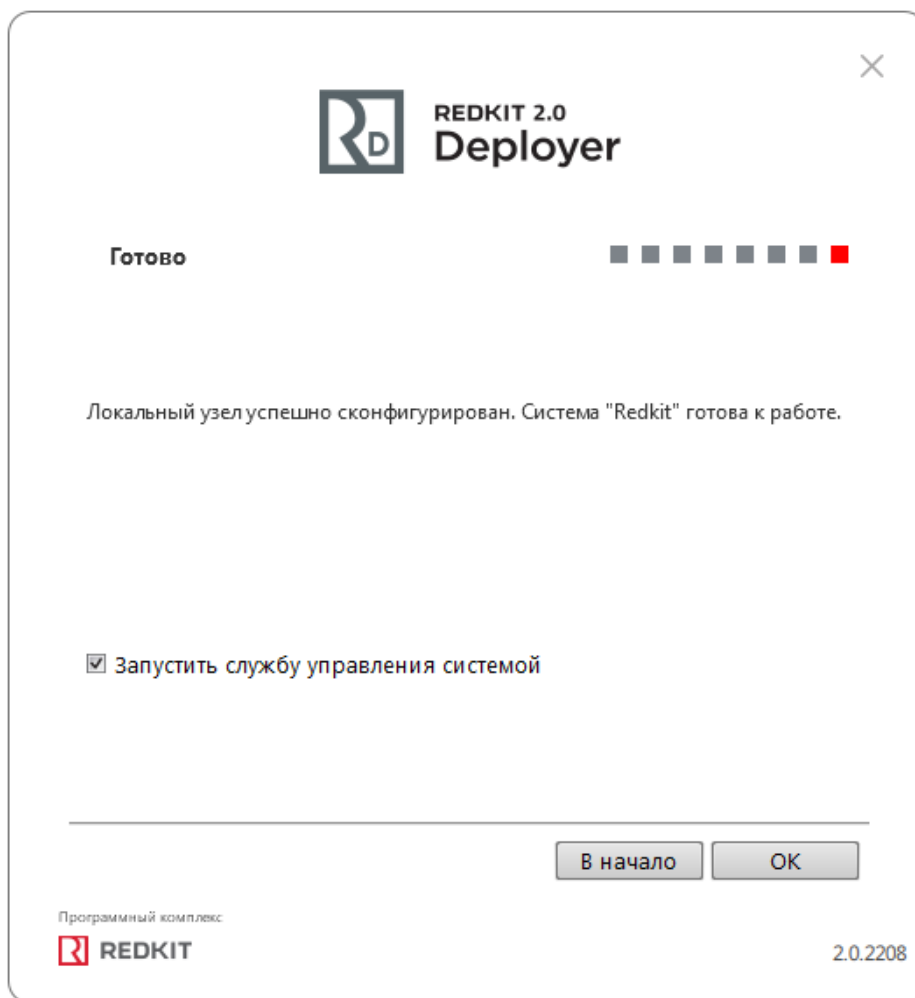

Рисунок 50 - Завершение конфигурирования
17. Заполните чекбокс у команды **Запустить службу управления системой** и нажмите **ОК** (Рисунок 50). Если ранее уже была установлена система, то сначала появится окно сохранения текущей конфигурации: выполните действия в нем согласно разделу Сохранение текущей конфигурации.